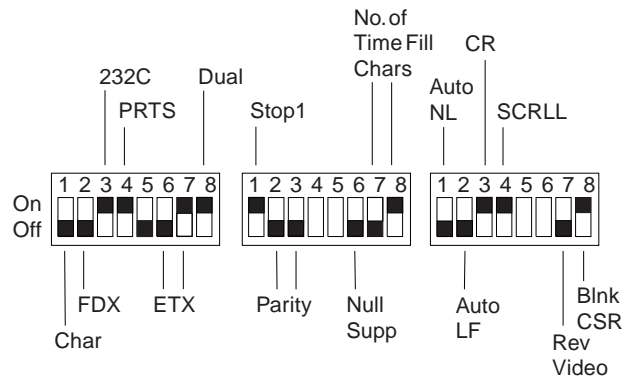

図 18. IBM 3101 Display Terminal 用のセットアップ属性
**IBM 3101 セットアップ属性:** IBM 3101 ASCII 端末用のセットアップ属性の設定を判別するには、図18 を使用してください。